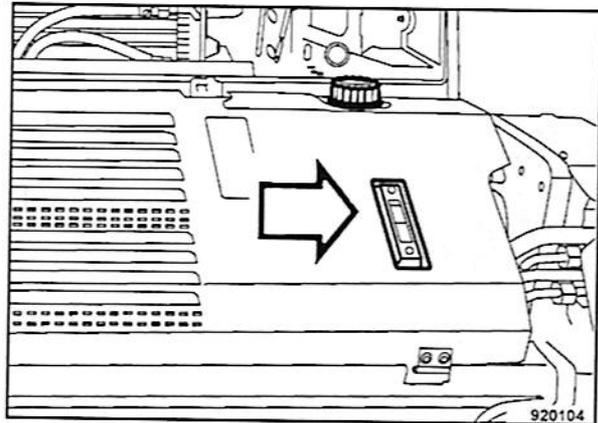

Fig. 117
- Comproar el nivel en el cristal de observación (Fig. 117).